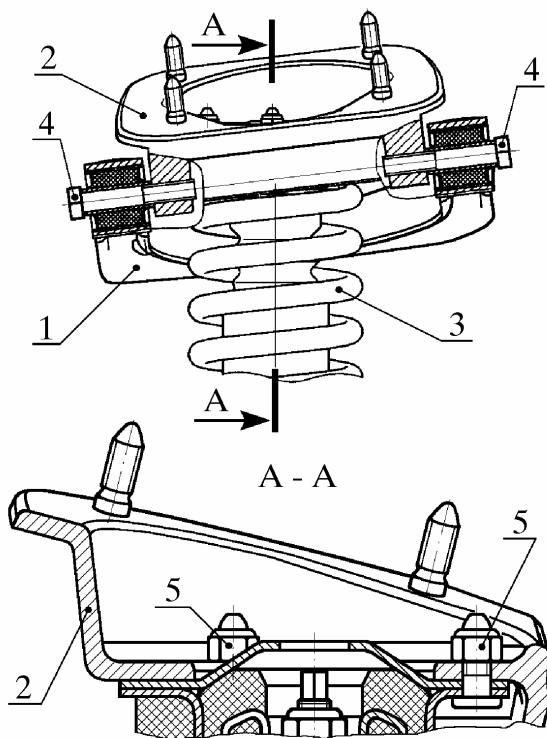

Рис. 9. Снятие верхнего рычага и кронштейна:
5.2. Снять верхний рычаг 1 (рис. 9) с сайлентблоками в сборе с кронштейна 2, вывинтив и сняв два болта 4 его крепления